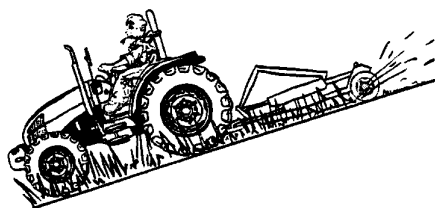

Fig. 2-23
- Si es necesario atravesar una pendiente pronunciada, no vire hacia arriba, afloje y haga un viraje amplio. Desplácese por la pendiente directamente en subida o descenso, nunca en sentido longitudinal. Cuando suba o baje una pendiente mantenga la parte pesada del tractor orientada hacia arriba (Fig. 2-23).